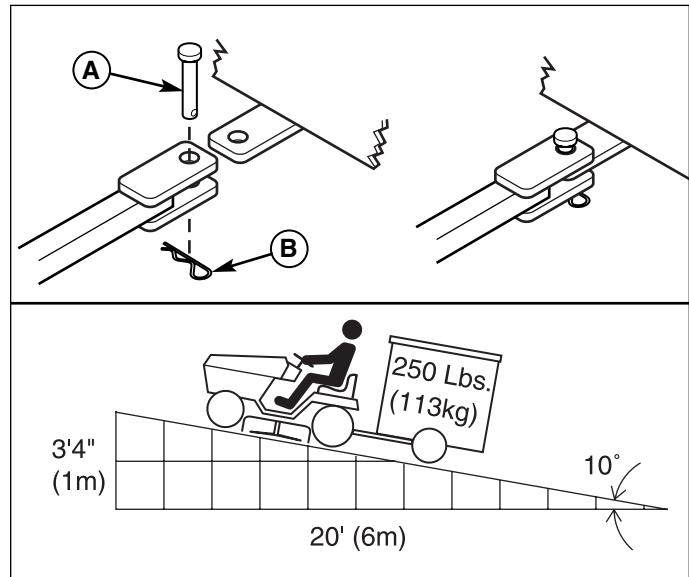

Figure 11. Poids de remorque conseillé
L'effort de traction horizontal maximum admissible est de 280 N. L'effort de traction vertical maximum est de 160 N. Ceci correspond à une remorque de 113 kg (250 lb.) sur une pente de 10 degrés. Attacher la remorque avec une broche à épaulement (A, Figure 11) et une goupille (B) de calibre suffisant.